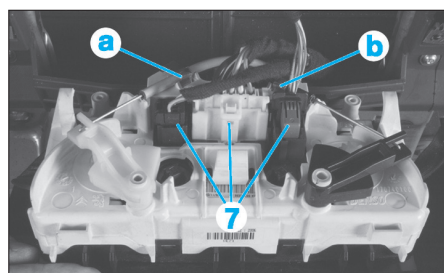

Fig. 20
- Déposer les agrafes d'arrêt (a) et (b) pour libérer les câbles de commande (climatisation manuelle uniquement) (Fig.20).
- Débrancher les différents connecteurs (7).